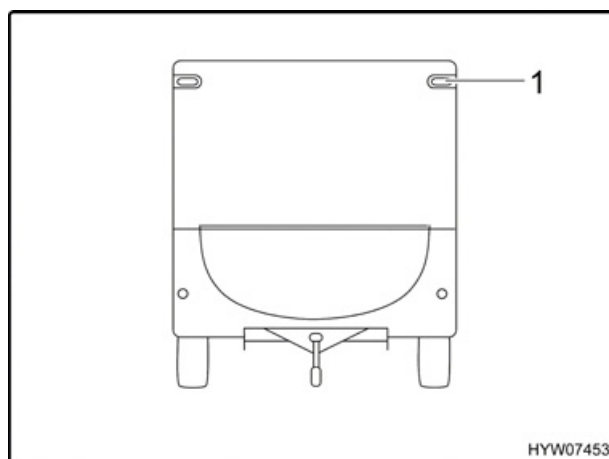

Fig. 101 Luci frontali
- Svitare le viti degli involucri (Fig. 101,1).